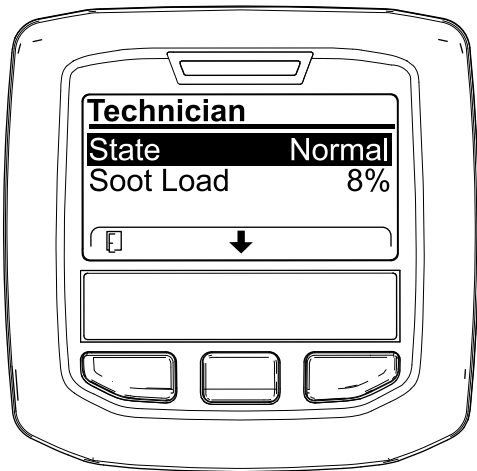

Figura 27
- Servitevi della tabella dell'operatività FAP per comprendere lo stato corrente dell'operatività del FAP (DPF) (Figura 27).